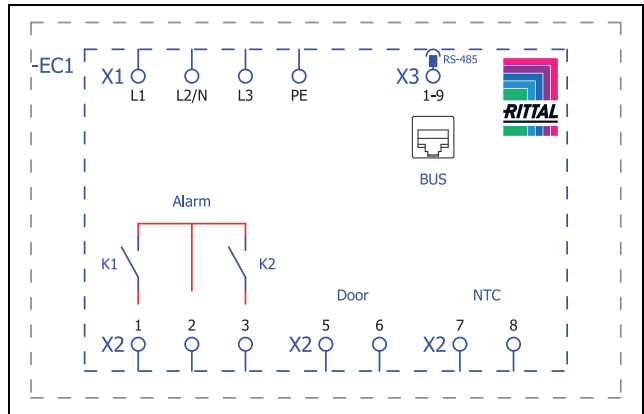
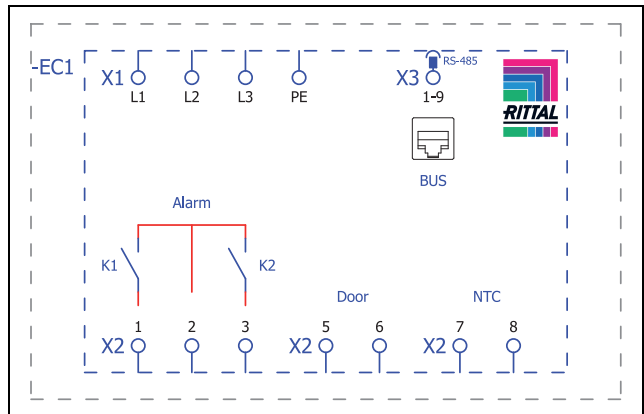

Abb. 29: Schaltplan SK 3185.330
Abb. 30: Schaltplan
- Entnehmen Sie aus dem Versandbeutel den Netzstecker und stellen Sie gemäß der zugehörigen Anschlusskennzeichnung die Netzversorgung her (Abb. 29 bzw. Abb. 30).